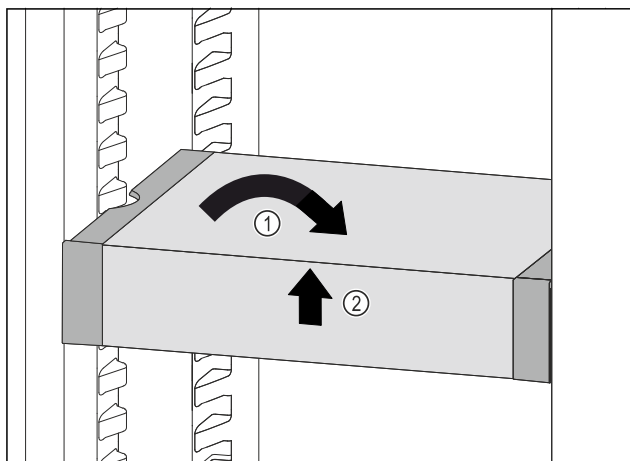

Fig. 55
- ▶ VarioSafe postavte rovně. Fig. 55 (1)
- ▶ VarioSafe vpředu zvedněte. Fig. 55 (2)